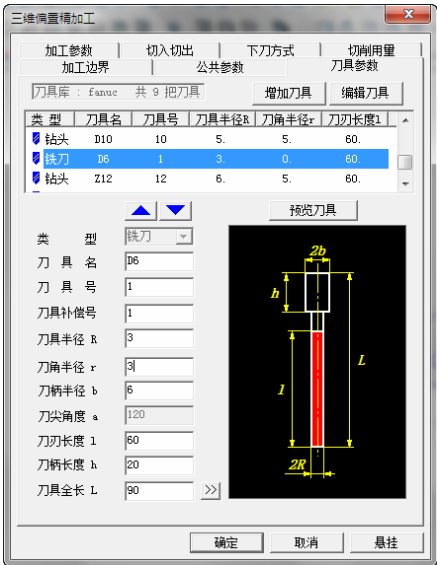

图 8-194 “刀具参数”选项卡
- 7) 单击“刀具参数”选项卡，选择刀具名称为 D6 球刀。“刀具参数”数值如图 8-194 所示。